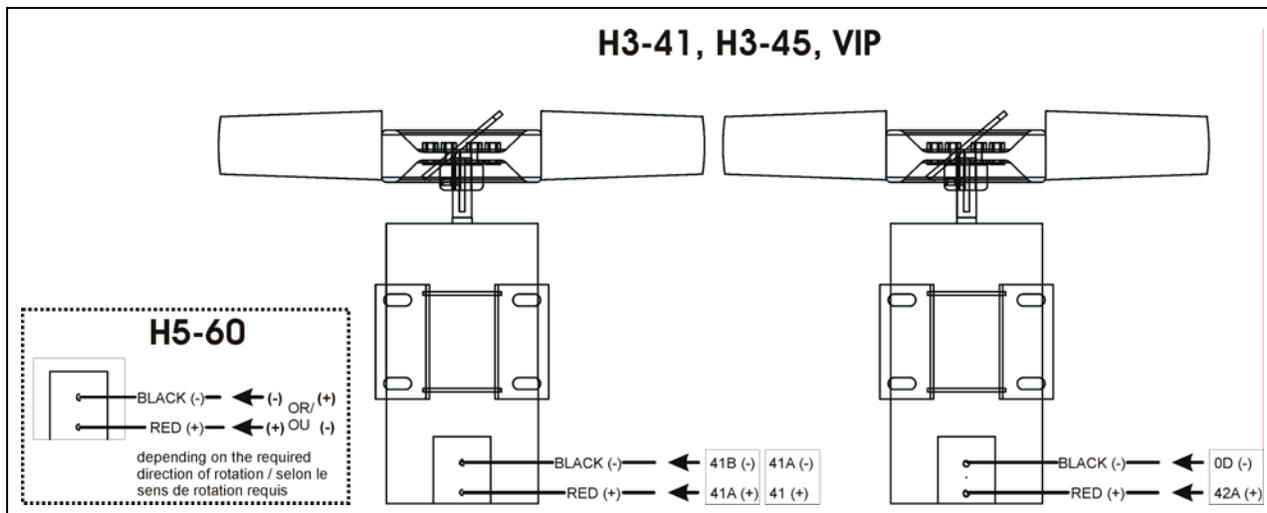

FIGURE 4: BRANCHEMENTS ÉLECTRIQUES
4. Pour chacun des fils (fils d'alimentation ainsi que ceux du moteur), enlever une section de gaine isolante à l'extrémité. Enfiler les joints d'étanchéité puis sertir les chevilles de contact mâle et femelle (voir instruction en annexe). Assembler les connecteurs. Utiliser les figures 4, 5 & 6 en référence afin de faire les bons raccordements électriques.